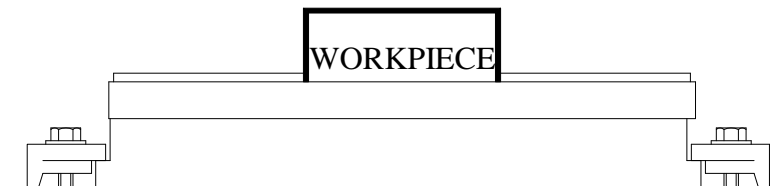

FIG. 6-2B
2. FIX THE WORKPIECE BY THE PERMANENT MAGNETIC CHUCK.(AS FIG. 6-2B)